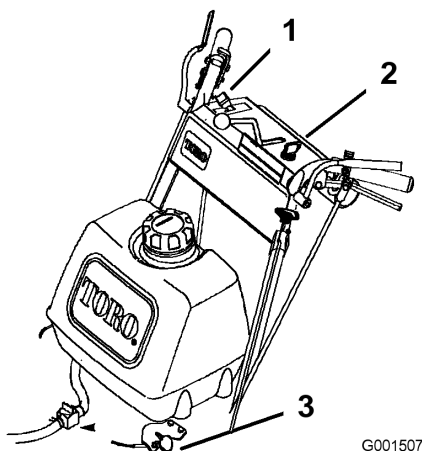

Figura 8
11. Mueva el mando del estérter a la posición de desconectado a medida que el motor se caliente (Figura 8).
1. Mueva la palanca del acelerador a lento (Figura 8).